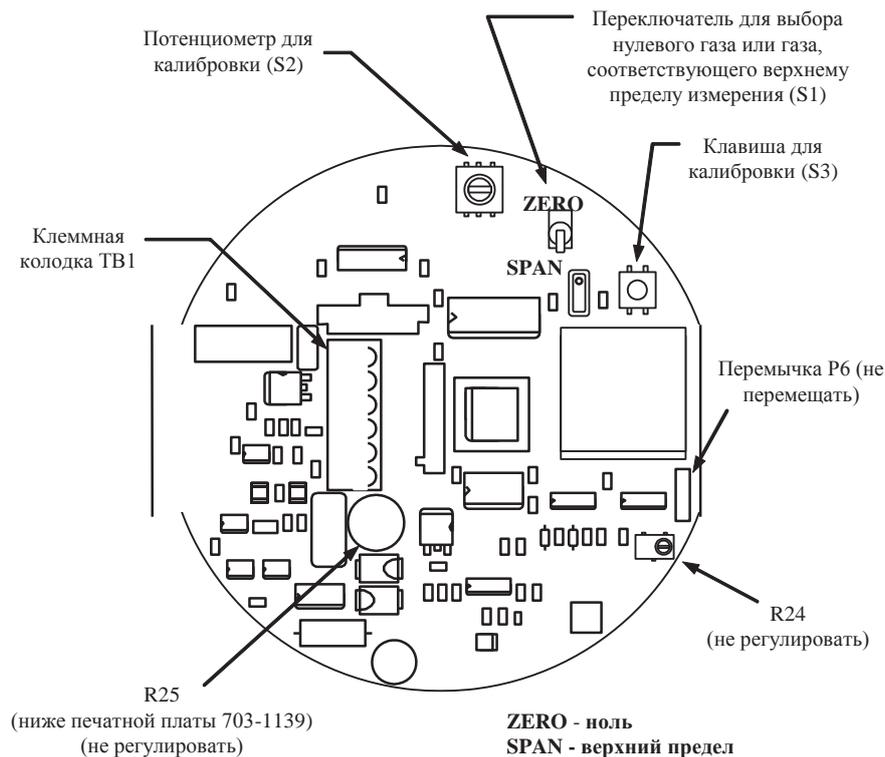

Рис. 4-2: Расположение калибровочных переключателей на печатной плате 703-1139
3. Печатная плата ХМО2 #703-1139 расположена непосредственно под крышкой корпуса преобразователя. Используя рис. 4-2, выполните следующее:
- d. Определите положение клеммной колодки ТВ1, используя рис. 4-2. Подключите мультиметр к контактам 3 и 4 ТВ1 (см. табл. 2-1 на стр. 2-7).